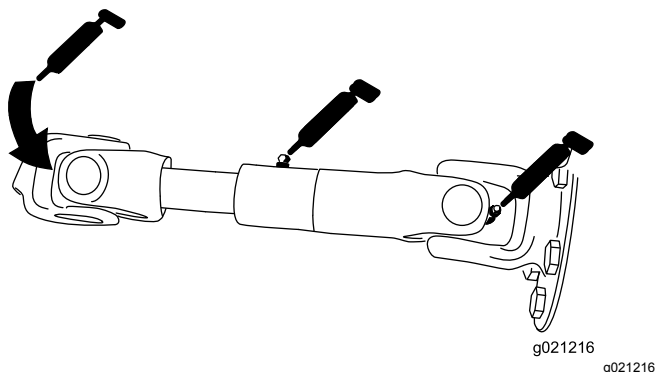

Figura 72
- Veio propulsor da bomba (3) (Figura 72)